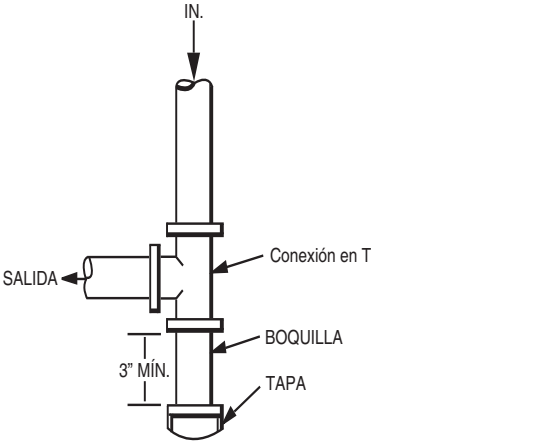

Fig. 8 – Trampa de sedimentos
4. Instale una trampa de sedimentos en la tubería vertical que lleva a la sección de calefacción (consulte la Fig. 8). Esta pata de goteo funciona como una trampa para la suciedad y el condensado.